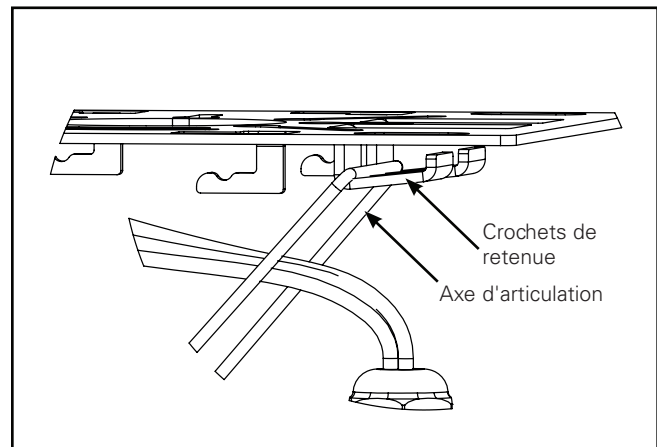

Figure 4.
5. Suspendez le luminaire à la plaque de montage rapide en utilisant l'axe d'articulation (Figure 4).